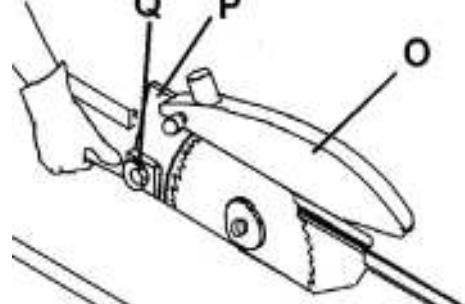

Рис. 21
- Расклинивающий нож (P, рисунок 21) может быть отрегулирован как в вертикальном, так и в горизонтальном положении.